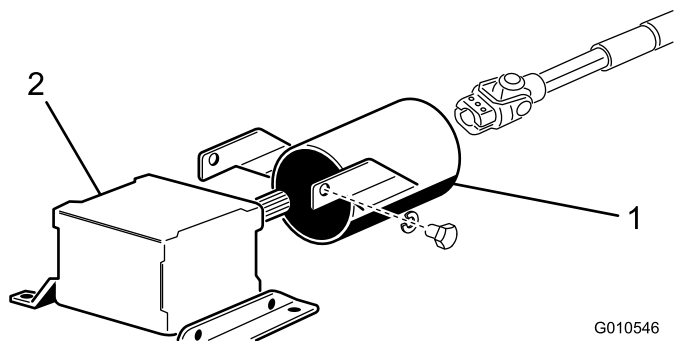

図 8
シャを外す（図 8）。外したねじ類は今後のために保管する。
4. PTO シャフトガードを PTO シャフトに通し、図 8 のように位置決めする。